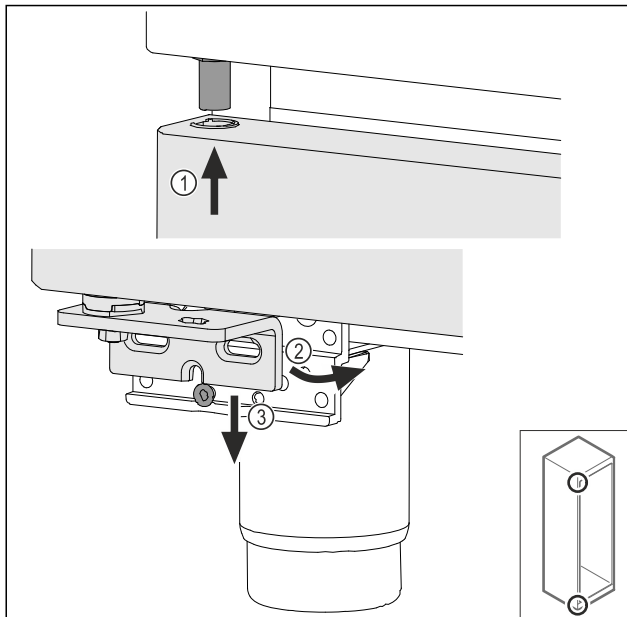

Fig. 39
- ▶ Установите дверь под небольшим уклоном сверху Fig. 39 (1), выровняйте ее прямо Fig. 39 (2) и смонтируйте снизу на винт опорного кронштейна Fig. 39 (3).